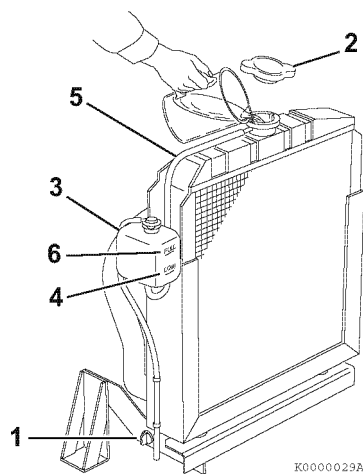
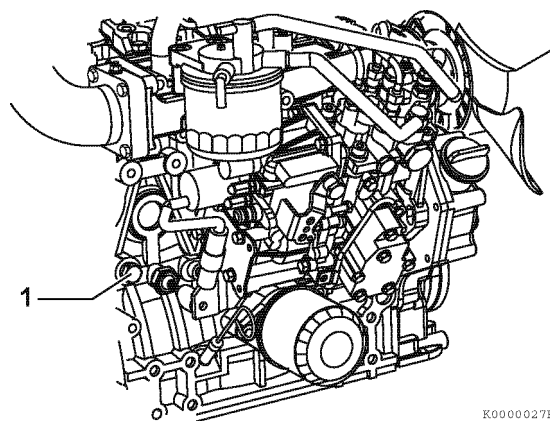
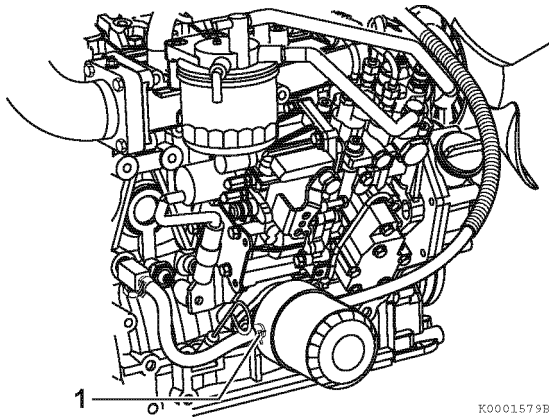

Рисунок 5
Рисунок 6
Рисунок 7
1. Убедитесь, что установлена и затянута сливная пробка радиатора либо закрыт сливной краник (**Рисунок 5, (1)**). Также убедитесь, что сливная пробка охлаждающей жидкости (**Рисунок 6, (1)**) в блоке цилиндров закрыта, а шланги охлаждающей жидкости (**Рисунок 7, (1)**) установлены на маслоохладитель.
2. Снимите крышку радиатора (Рисунок 5, (2)), повернув ее против часовой стрелки приблизительно на 1/3 оборота.
4. Установите на место крышку радиатора (Рисунок 5, (2)). Совместите лапки на обратной стороне крышки радиатора с пазами в заливной горловине. Нажмите на крышку и поверните ее по часовой стрелке приблизительно на 1/3 оборота.
5. Снимите крышку с расширительного бачка (Рисунок 5, (3)), и заполните его охлаждающей жидкостью до отметки LOW (COLD) (Рисунок 5, (4)). Установите крышку на место.
6. Проверьте шланг (Рисунок 5, (5)), соединяющий расширительный бачок (Рисунок 5, (3)) с радиатором. Убедитесь, что он надежно присоединен и в нем отсутствуют трещины и повреждения. Если шланг поврежден, вместо перетекания в расширительный бачок охлаждающая жидкость будет вытекать.
7. Запустите двигатель и подождите пока он достигнет рабочей температуры. Проверьте уровень охлаждающей жидкости двигателя в расширительном бачке. Когда работает двигатель и охлаждающая жидкость имеет нормальную температуру, уровень охлаждающей жидкости в расширительном бачке должен находиться на отметке FULL (HOT) (Рисунок 5, (6)) или вблизи нее. Если уровень охлаждающей жидкости ниже отметки FULL (HOT), долейте охлаждающую жидкость в расширительный бачок, чтобы ее уровень поднялся до отметки FULL (HOT).
1. Проверьте уровень охлаждающей жидкости в расширительном бачке. При холодном двигателе уровень охлаждающей жидкости в расширительном бачке должен находиться на отметке LOW (COLD) (Рисунок 5, (4)), нанесенной на бачке, или немного выше нее.
Если при холодном двигателе уровень охлаждающей жидкости находится на отметке FULL (HOT) (Рисунок 5, (6)), при нагревании охлаждающая жидкость расширится и может выплеснуться через переливной шланг.